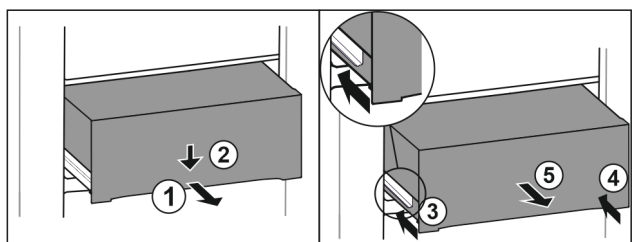

Fig. 121
- ▶ 将抽屉拉出一半。 Fig. 121 (1)
- ▶ 朝下按压正面的抽屉。 Fig. 121 (2)
- ▶ 将左侧轨道推入大约 2 cm。 Fig. 121 (3)
- ▶ 将右侧轨道推入大约 2 cm。 Fig. 121 (4)
- ▶ 朝前取出抽屉。 Fig. 121 (5)